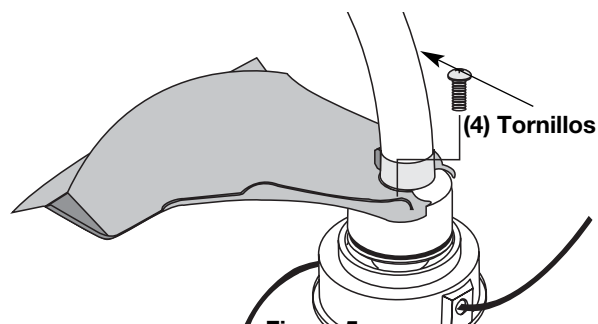

Figure 5
3. Instale los cuatro (4) tornillos con un destornillador en cruz (Fig. 5).